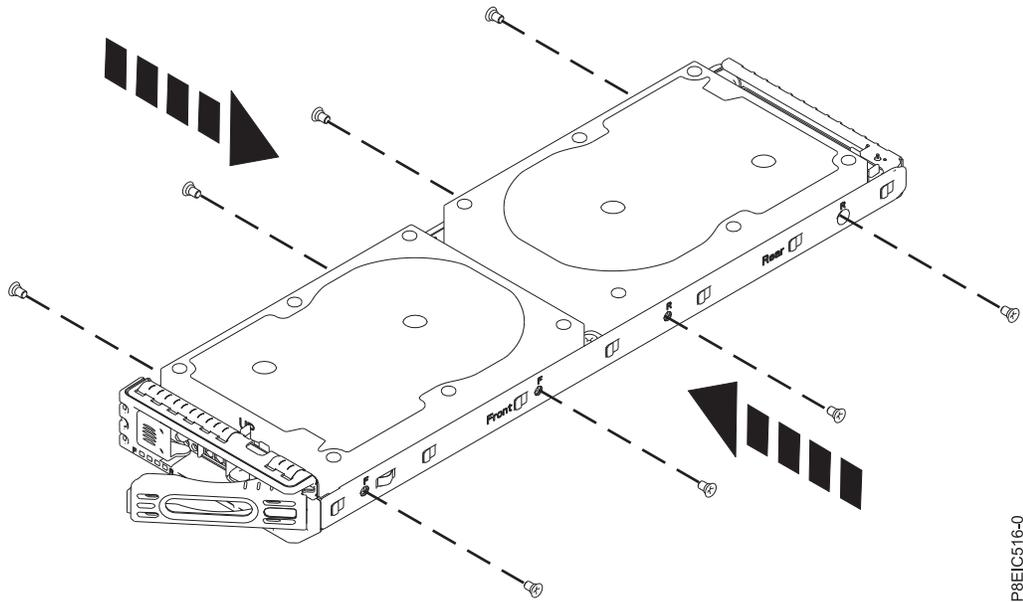

Figure 13. Fixation de l'unité 3,5 pouces au tiroir
- b. Fixez l'unité aux côtés du tiroir à l'aide de quatre vis (2 de chaque côté), comme illustré dans la figure 13, à la page 14.